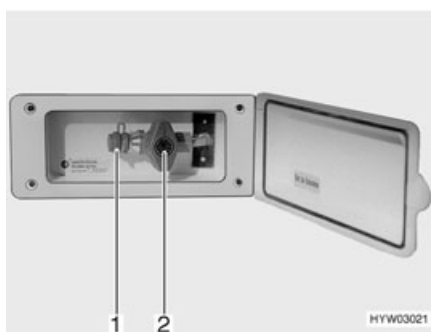

Fig. 68 Presa gas esterna (rubinetto di arresto del gas chiuso)
La presa gas esterna (Fig. 68) si trova, a seconda del modello, nella parte posteriore o sul lato destro o sinistro del veicolo.
- Collegare l'apparecchio a gas esterno all'attacco (Fig. 68,1).
- Aprire il rubinetto di arresto del gas (Fig. 68,2).